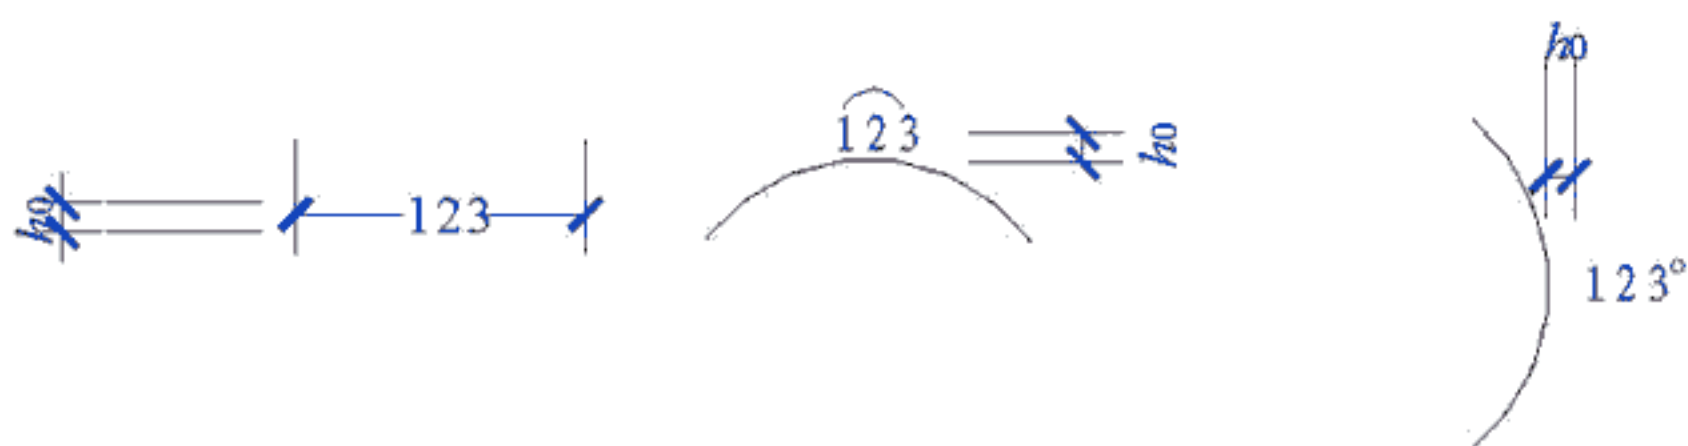

图 10 标注文本的标注位置
(5) 标注文本与尺寸线距离 h_0 不应小于 1mm, 见图 10。